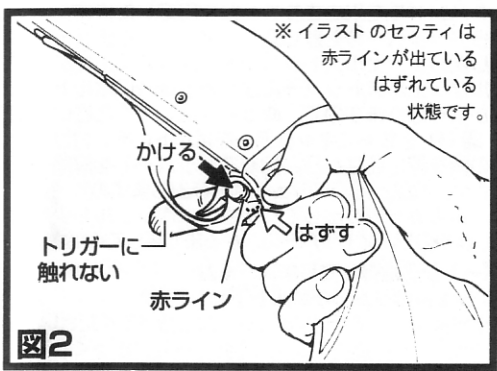

図2
1. セフティ操作 ⇒図2参照
2. 図8を参考にこの段階で1発目のシェルを(ダミー)チャンパー内に手で移します。ボルトハンドルにしっかり指をかけ、一気にボルトを引ききり、そこで指を離しボルトを勢い良く戻してください。指等はささないように注意。この時トリガー・キャリアーに触れないでください。チャンパー内に初弾を送るこの操作は、シェルを銃内に複数入れた後の手動やガス作動で行うとジャム(: シェル給弾不良)を起こす場合がありますので、なるべくこの段階に手動で行ってください。ジャムは 図2トラブルシュートの 7.ジャムシェルの取り方①~④を参考に手動で取り出してください。
⚠ 注意 : 銃内へショットシェルを入れる時、次の6点にご注意ください。またジャムシェルは図2トラブルシュートの 7.ジャムシェルの取り方①~④を参考にしてください。
5. ショットシェルの押し込みが足りず、シェルストッパー(図19参照)にかかっていない時に指を離してしまった場合、シェルはチューブから押し戻されキャリアーに乗り、ジャムを起こします。4.発射を参考に安全な方向に銃口を向けジャムシェルをガス作動で取り出すか、図2トラブルシュートの 7.ジャムシェルの取り方①~④を参考に手動で取り出してください。